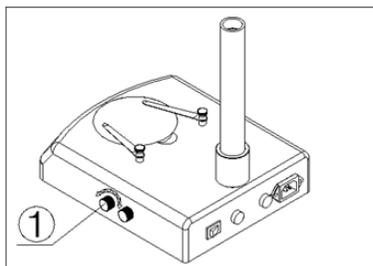

Fig. 6
Girar o botão de ajuste da luz ① de acordo com o sinal marcado na base. No sentido horário o brilho será aumentado e no anti-horário, reduzido (Fig. 6).